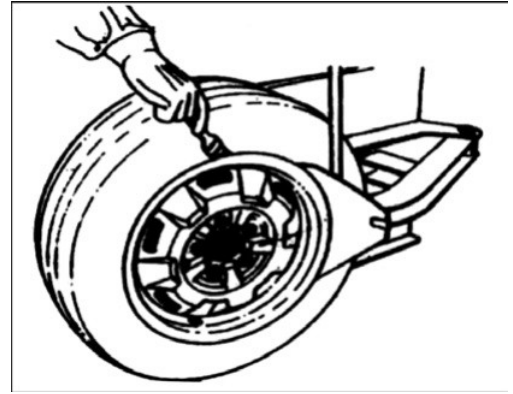

図 16
4.1.2. ビードブレーカーブレードとホイールサポートの間にタイヤを置きます。タイヤのサイドウォール部にビードブレーカーブレードを当てます(図 16)。